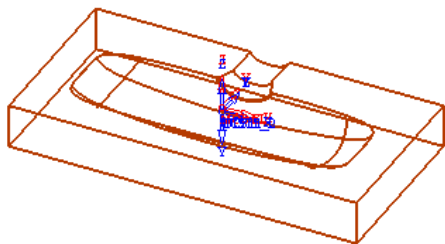

图 3-88 选择所有曲面 (2)
- 展开“零件”选项, 单击“零件曲面”按钮, 然后单击“选择”工具栏上的选择所有按钮 , 系统选中所有曲面; 此时图形中所有曲面高亮显示, 如图 3-88 所示。